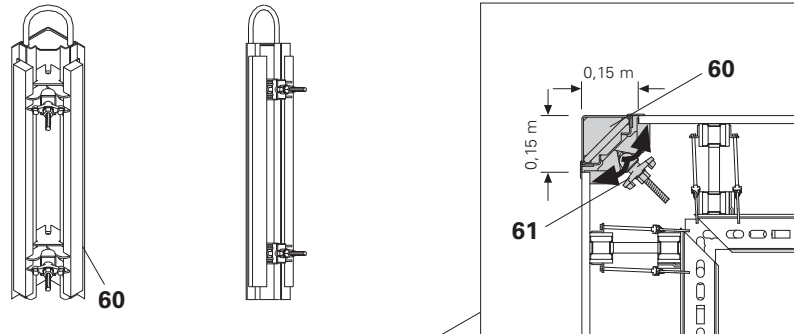

Fig. C3.02
1. Positionner les éléments intérieurs et monter le mannequin d'angle SSE (60) dans l'angle.
2. Serrer les écrous 2 oreilles (61) sur le SSE. La peau coffrante est serrée. (Fig. C3.02)